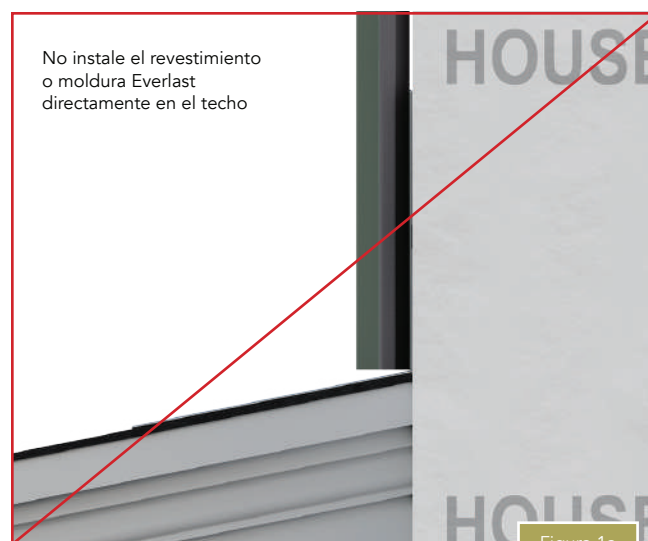

Figura 1a
- Al instalar paneles y molduras a lo largo del perfil del techo, siempre deje un espacio mínimo de 1" (2,54 cm) entre el techo y el primer tramo de revestimiento (Figura 1a/b).